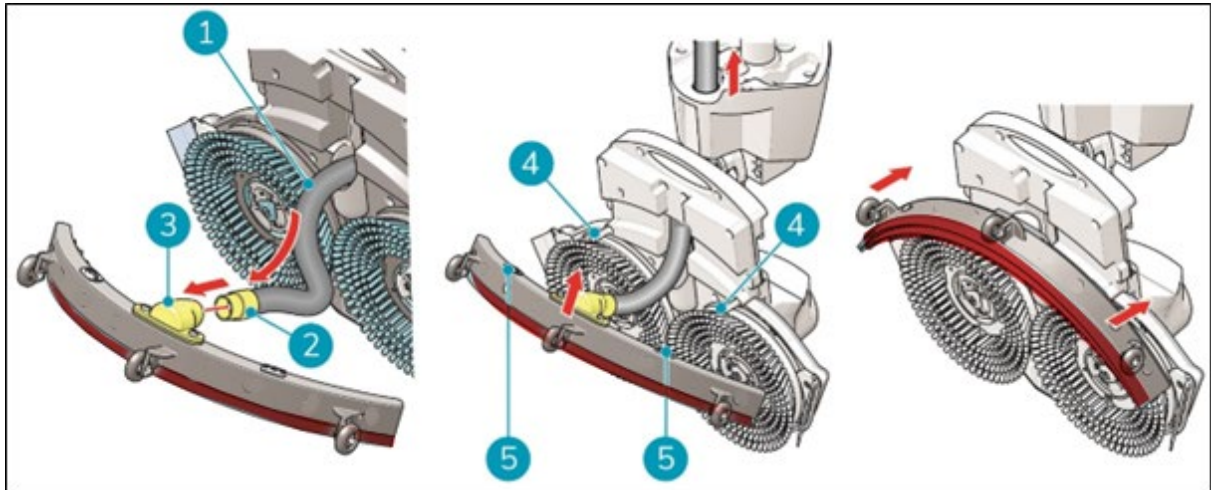

Figure 36
1. Prenez le tuyau d'aspiration (figure 36, pos. 1).
2. Insérez le connecteur du tuyau (figure 36, pos. 2) dans la raclette (figure 36, pos. 3).
3. Tournez le connecteur du tuyau de 1/4 de tour pour avoir un ajustement ferme (figure 36, pos. 2).
6. Alignez les goupilles sur le pont de brossage (figure 36, pos. 4) avec les trous sur la raclette (figure 36, pos. 5).